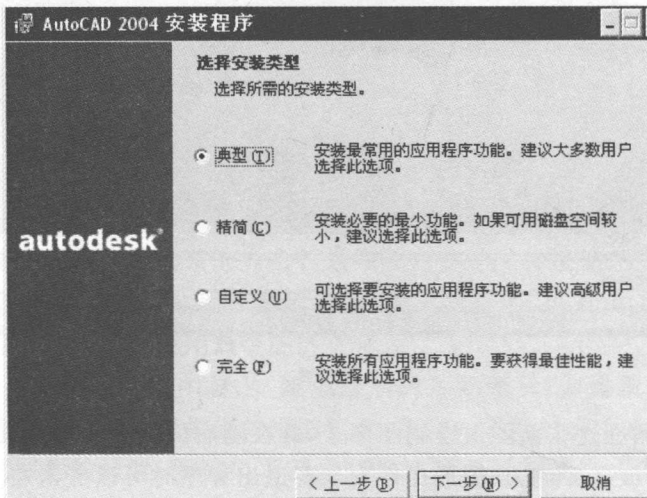

图 1-6
⑤单击【下一步】按钮后，可选择安装类型，选择【典型】，如图 1-6 所示。